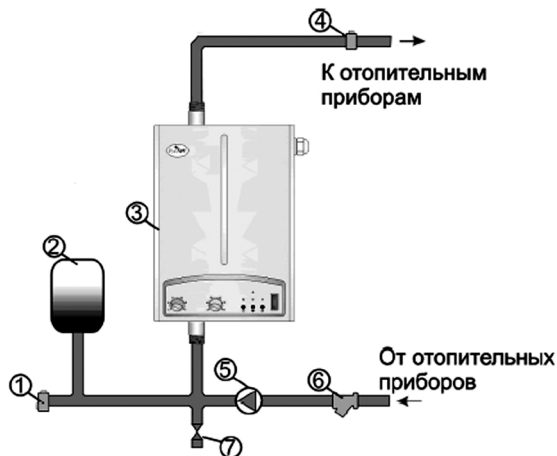

Рис.3 Рекомендуемая схема монтажа отопительной системы
5.2. Отопитель крепится на стене в вертикальном положении в местах, удобных и доступных для установки и технического обслуживания. Рекомендуемая схема подключения отопителя в отопительную систему показана на рис.3.